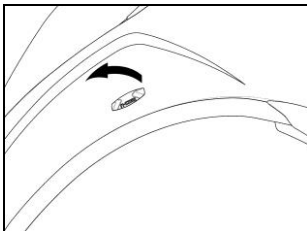

Fig. 24
- Rimuovere il tappino N-Com posizionato sul lato sinistro del casco. Per facilitare l'operazione si consiglia di spingere il tappino dall'interno del casco (Fig. 24).